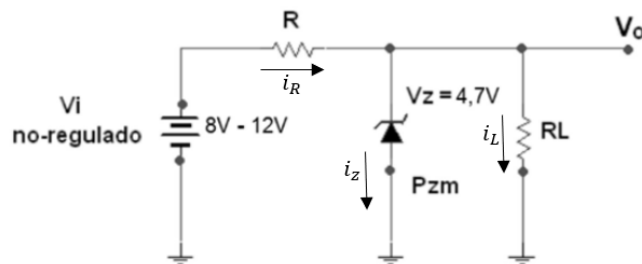

Figura 10. Circuito regulador basado en Zener con fuente de voltaje no regulado.
- 1.4.1. Se diseña un regulador de voltaje con diodo Zener, que presenta la configuración de la figura 10 de la guía